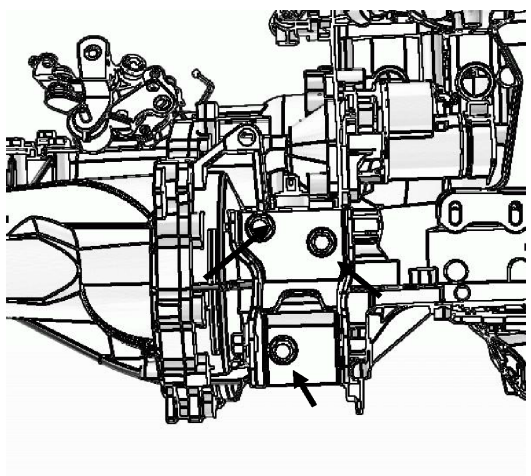

图 6
2.3.3 拆下发动机后悬置支架与变速箱相连接的 3 个螺栓（如下图 6 所示），即可取下发动机后悬置安装支架总成。
2.4.1 将更换后的发动机后悬置安装支架总成按上图 6 所示带紧 3 个螺栓，并打力矩。
2.5.2 将发动机后悬置安装支架与变速箱相连的 3 个螺栓打力矩为 85 N.m（如图 6 所示）。